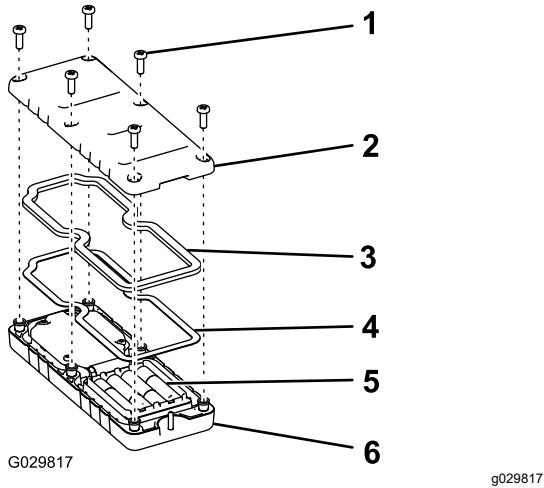

Figura 40
1. Retire los 6 tornillos de la parte trasera del control remoto, y retire la tapa (Figura 40).
5. Vuelva a colocar la cubierta y fíjela con los 6 tornillos que retiró anteriormente (Figura 40) y apriételos a entre 1,5 y 1,7 N·m.